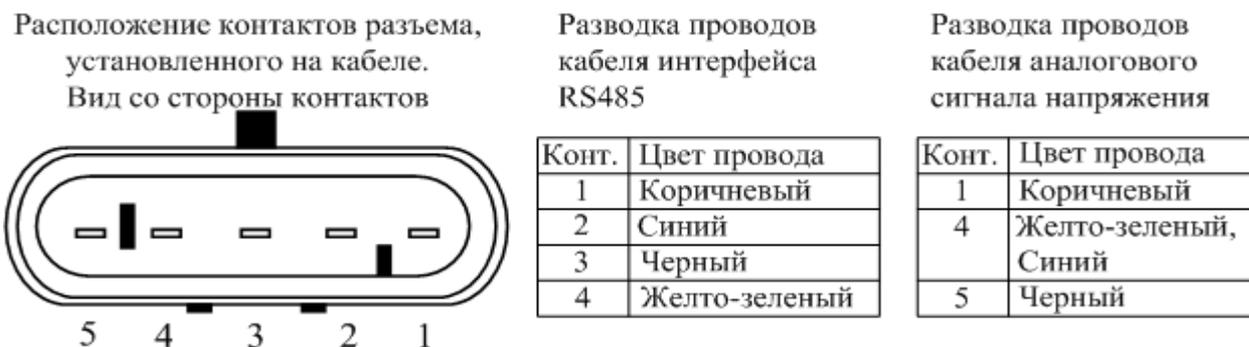

Рис. 6 Цоколевка соединителя и разводка проводов кабелей ДТЦ-2
-прозвонить кабель на соответствие рис. 6, при несоответствии, перейти к выполнению п. 9;
- прозвонить кабель на соответствие рис. 6, при несоответствии, перейти к выполнению п. 9;